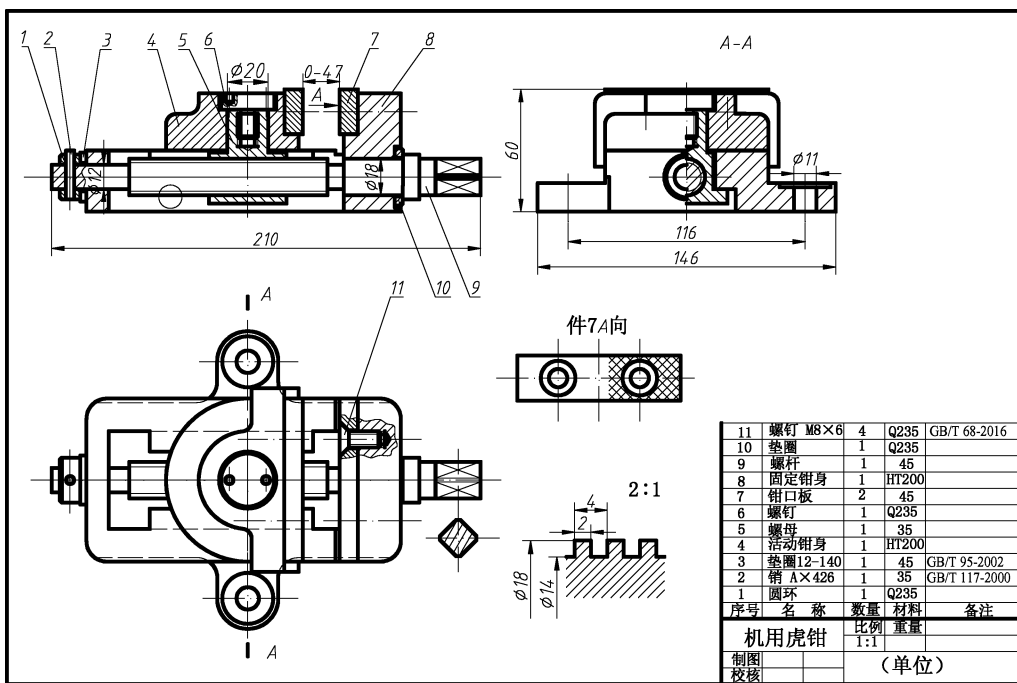

图 11-64 机用虎钳装配图
根据如图 11-64 所示的机用虎钳装配图拆绘件 8 “固定钳身”零件图，其操作步骤如下。
1) 先将图 11-64 “另存为”新图，并更名为“活动钳身”。